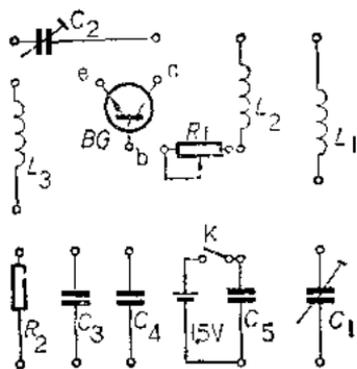
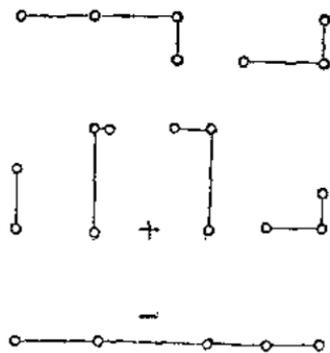

图 3
图 4
2. 在元件和自制零件齐备后, 即可装配。先将元件按图 3 排列在胶木板上钻洞, 配上铆钉, 然后将元件插入, 按图 4 接线焊牢。注意在焊三极管时, 焊接时间越短越好, 管脚千万不能搞错; 焊完再检查有否接错、虚焊、漏焊等情况。